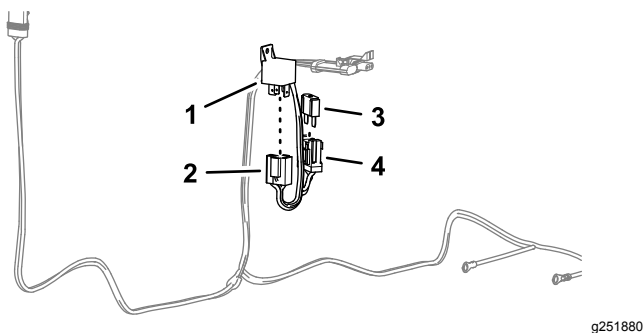

Figure 7
- 1. Installez le relais dans le connecteur à 4 contacts du faisceau électrique (Figure 7).
2. Insérez le fusible (60 A) dans la douille du porte-fusible du faisceau électrique (Figure 7).